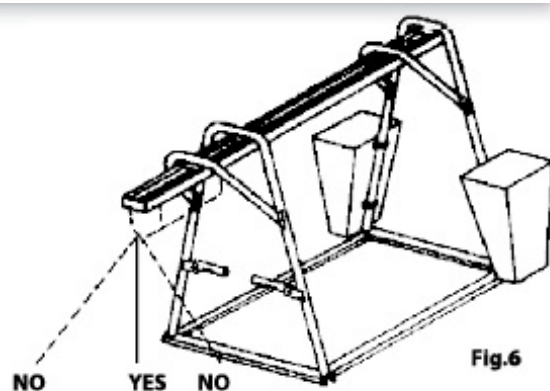

Fig.6
2. Nu utilizati, în niciun caz, dispozitivul de ridicare pentru ridicarea încărcăturilor în poziție non-verticală (vezi fig. 6).